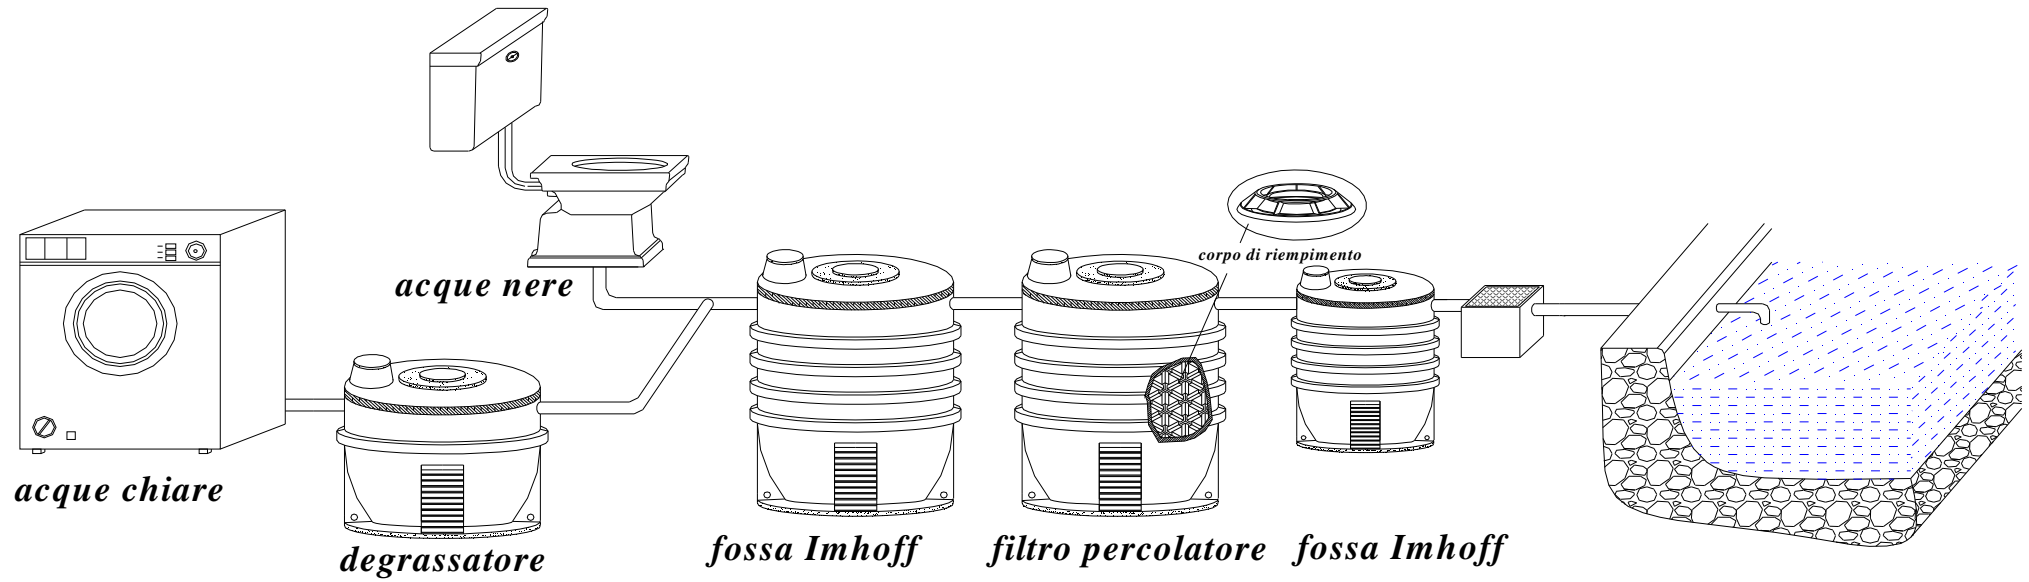

Fig.1 – Esempio tipico d’installazione
- Installare la fossa come indicato dallo schema d'installazione allegato (Fig.1) seguendo le modalità di interro (<https://www.zeta-plast.com/download/modalita-di-interro>)